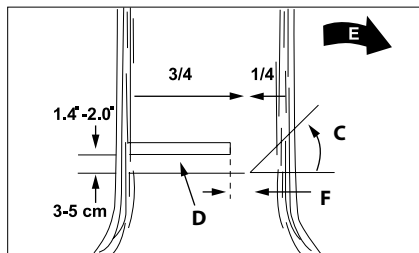

Рис. 15
Внимание! Не ходете пред дървото, на което вече са направени предварителни срези. Окончателен срез (D) се изпълнява от обратната страна на дървото в 3-5 см над хоризонтална основа на предварителен срез (C) (рис. 15).